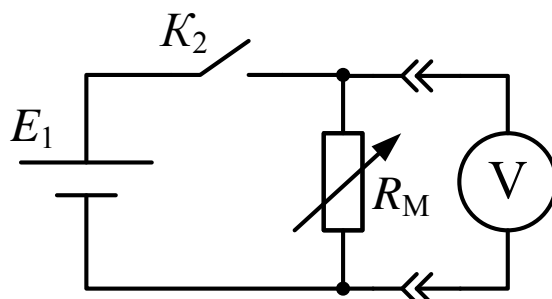

Рис. 1.6
2.1. Соберите схему, приведенную на рис. 1.6. Ключ K_2 установите в разомкнутое положение (рычажок вниз). Переключатель мультиметра установите на предел «20 V». На магазине сопротивлений установите сопротивление $R_0 = 800 \dots 900 \text{ Ом}$.